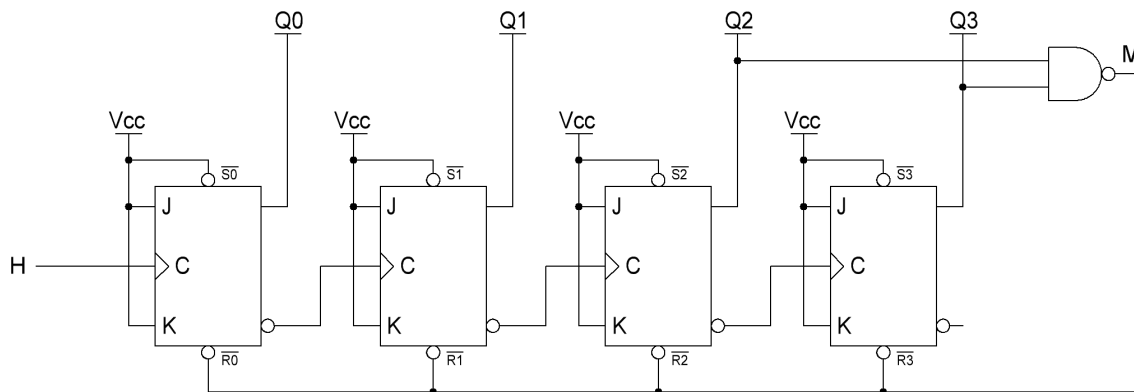

Figure 2
3. On modifie légèrement le montage de la figure 1 afin d'obtenir le montage de la figure 2. En expliquant votre raisonnement, que réalise le montage de la figure 2 ?